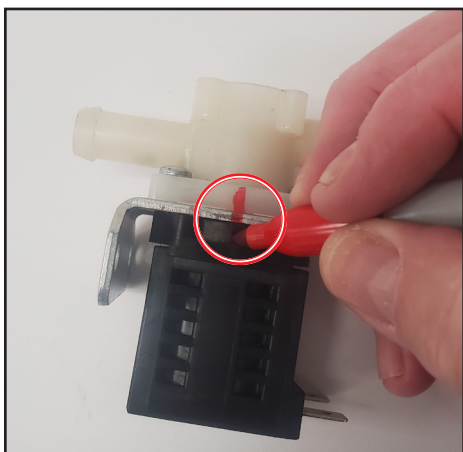

Fig. 1. Tracciare una linea di riferimento lungo tutti i componenti.
1. Con un attrezzo da disegno, tracciare una linea di riferimento lungo tutti i componenti per facilitare il rimontaggio. Si veda la Fig. 1.